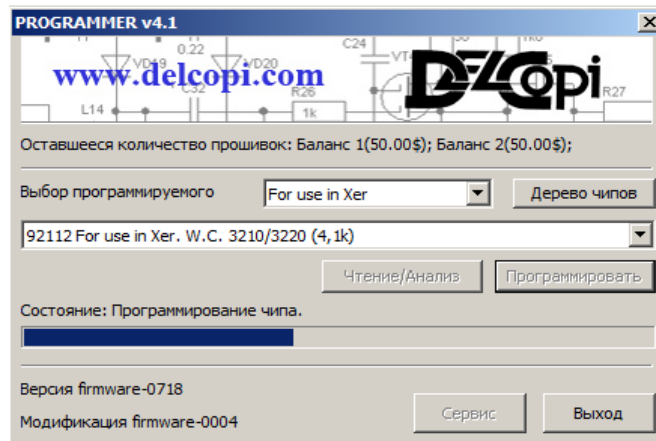

рис. 7
6. Если Вы хотите перепрограммировать чип, нажмите кнопку «Программировать». Состояние изменится на «Программирование чипа», строка состояния будет быстро заполняться рис. 7